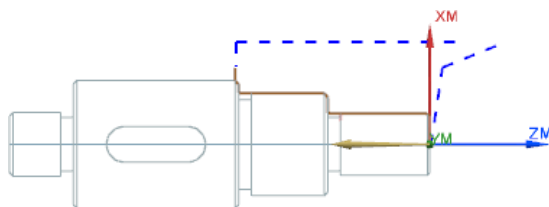

图 9.21 刀路轨迹
Step1. 单击“外侧精车”对话框中的“生成”按钮, 生成刀路轨迹如图 9.21 所示。